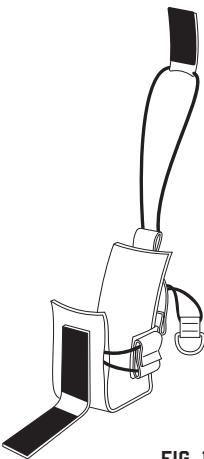

FIG. 1
1. Undo the hook and loop straps and open the Radio Trap. [fig. 1]
1. Desabroche las correas de cierre por contacto y abra la funda para radio. [Fig. 1]
1. Défaitez les attaches auto-agrippantes et ouvrez la sangle d'attache pour radio. [fig. 1]